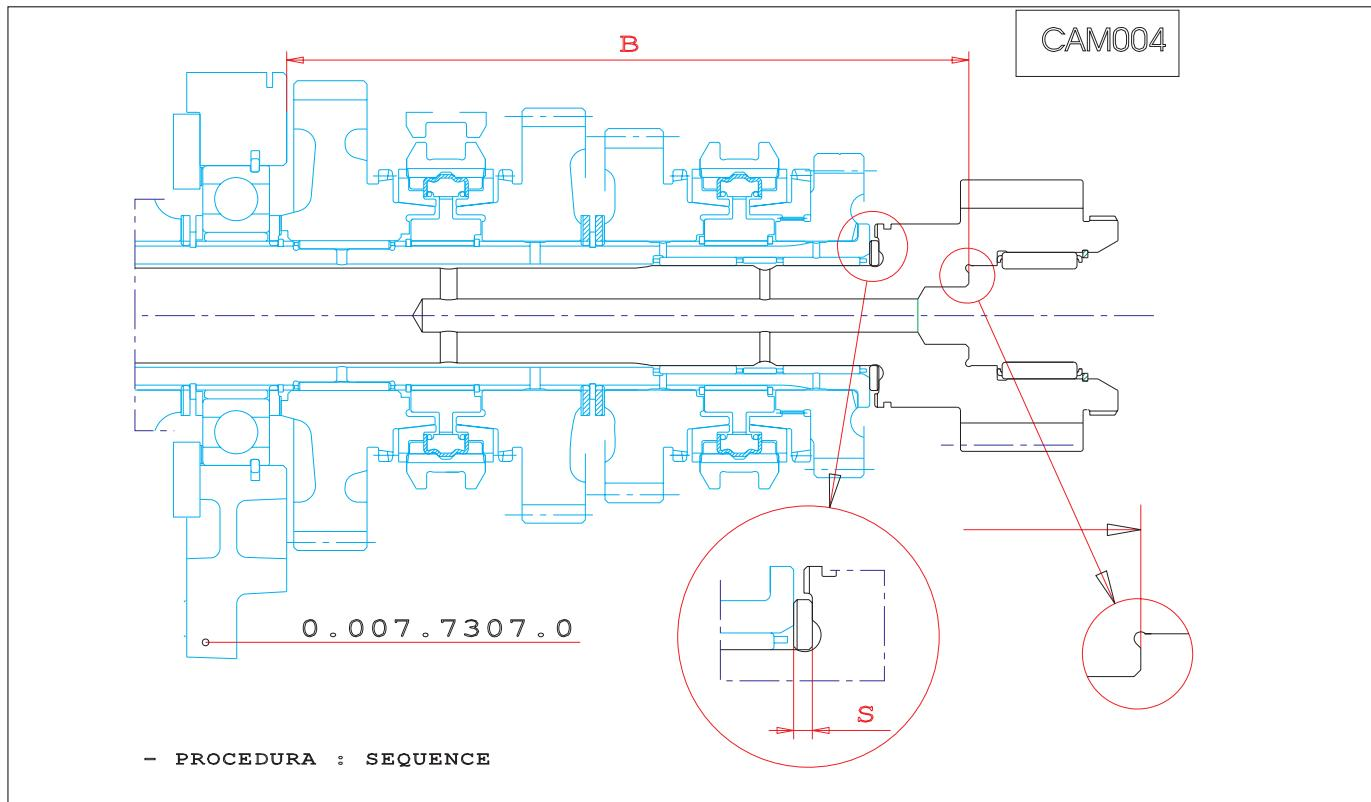

Fig. 39 - Mesure entre la bride de carter de boîte et l'arbre secondaire.
- Mesurer la cote **B** entre le plan intérieur de la bride de carter de boîte et l'arbre comme le montre la figure 39, la prise de cote se faisant en plaçant une rondelle témoin de $S = 2$ mm (voir détail spécifique figure 38).